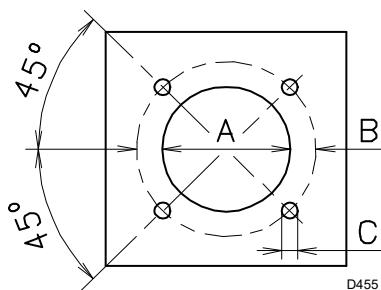

Fig. 6
4.3 Piastra caldaia (Fig. 6)
Forare la piastra di chiusura della camera di combustione come in (Fig. 6). La posizione dei fori filettati può essere tracciata utilizzando lo schermo termico a corredo del bruciatore.